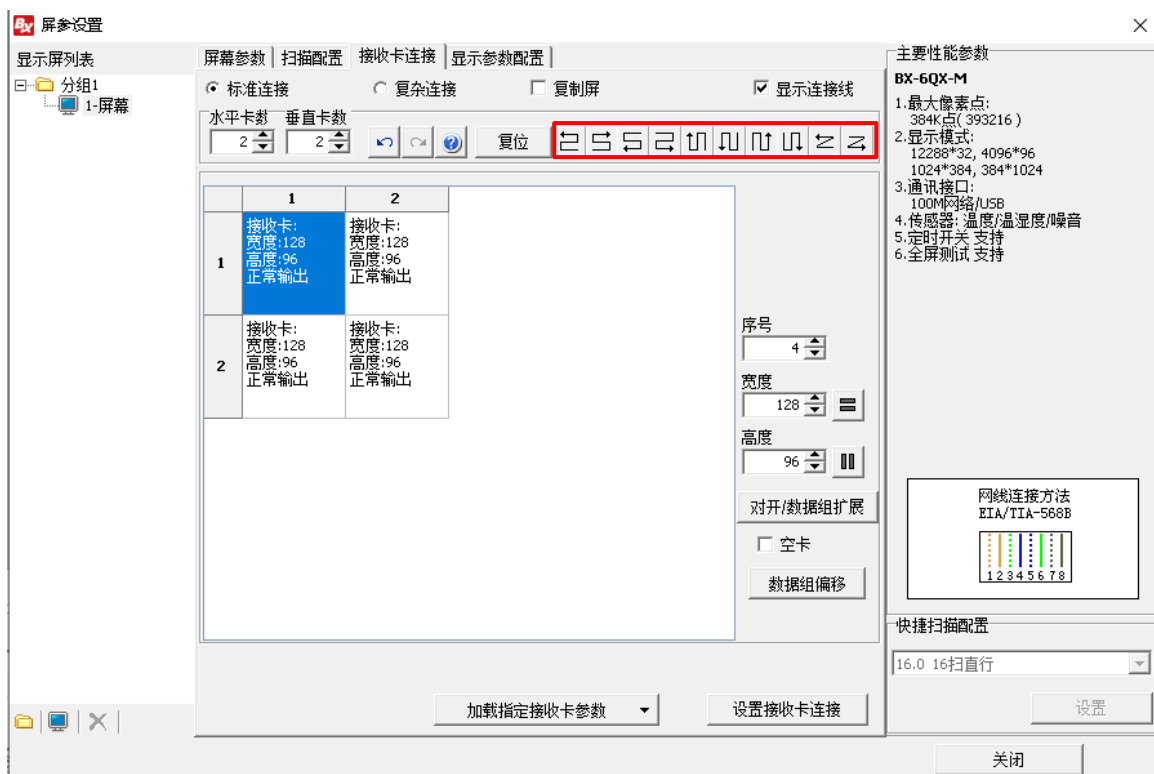

图 9
3. 在接收卡连接界面，设置接收卡的连接方式，如下图 9 所示：